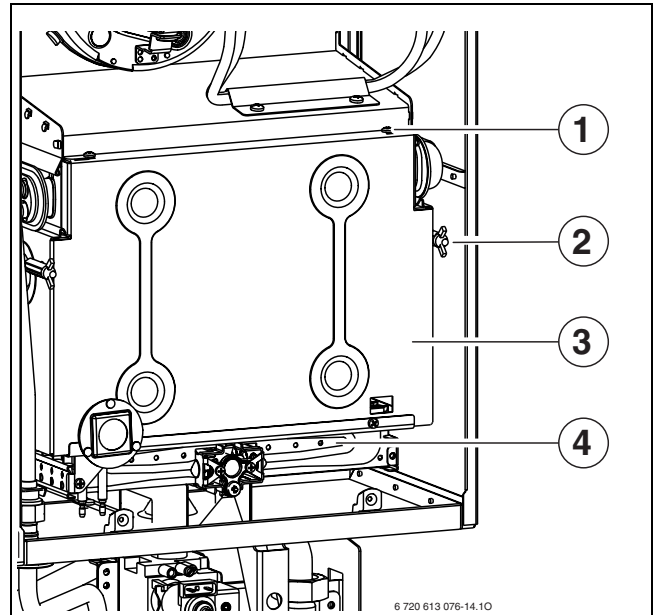

Рис. 41 Відкриття пальника
- ▶ Зняти передню стінку камери згоряння та паливник (→ рис. 41).